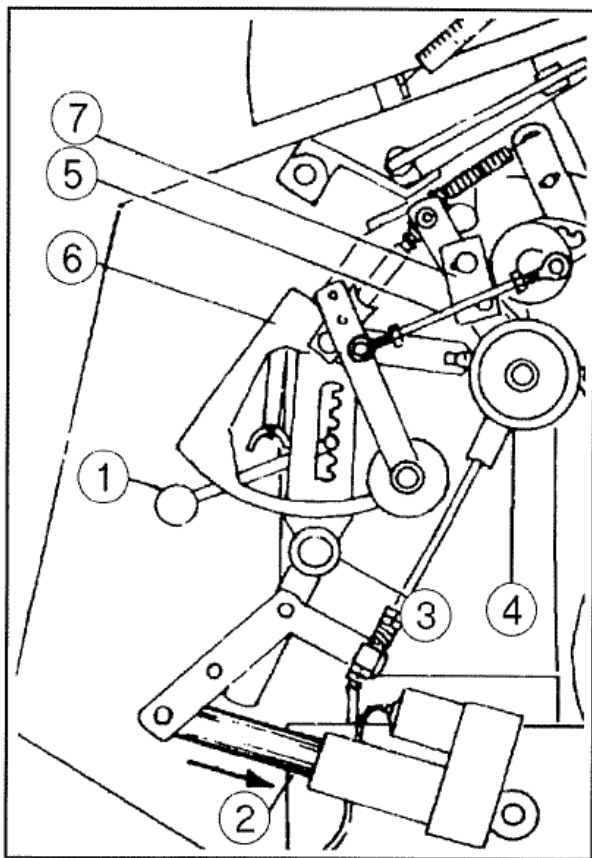

Рис. 37.
В конце обматывания сетка обрезается, и клиновый ремень останавливается с помощью тормозной колодки (7), что вызывает остановку приемного валика (рис.37).